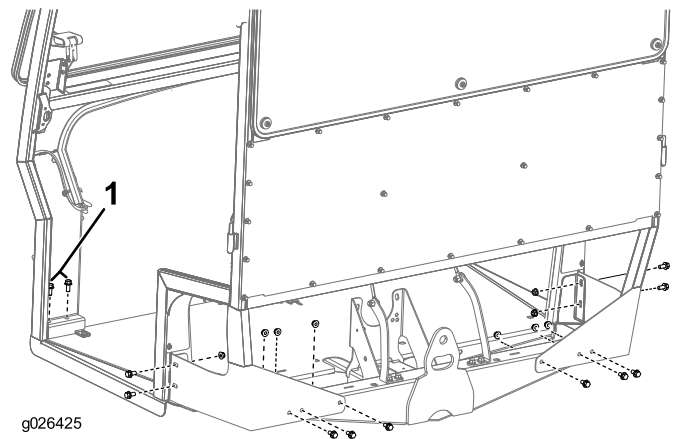

Figura 6
2. Sujete el bastidor a la máquina con 10 pernos (3/8" x 3/4"), 10 tuercas (3/8") y 4 pernos (3/8" x 7/8"), según se muestra en la Figura 6.